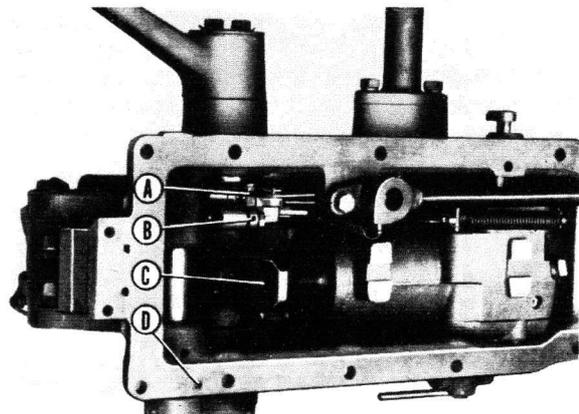

Fig. 6
- 3° Desserrer les vis de fixation des cames sur l'arbre de relevage (A et B, fig. 6).
- 7° Extraire du carter le bras de poussée et les deux cames (A, B, C, fig. 6).
- 9° Déposer la goupille de maintien du verrou (D, fig. 6).